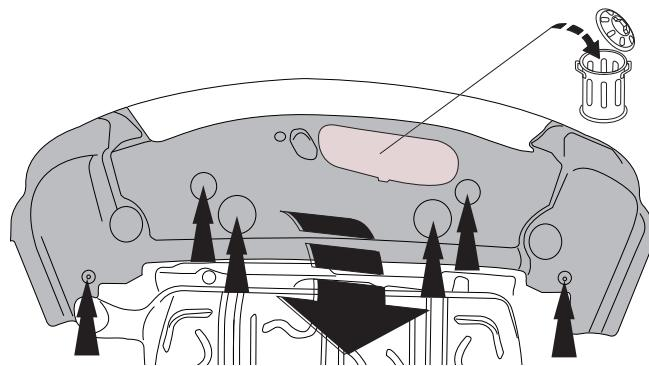

Fig. 2
2. Снять / Установить пластмассовую закрывающую пластины снизу в середине. (см. рис. 2).